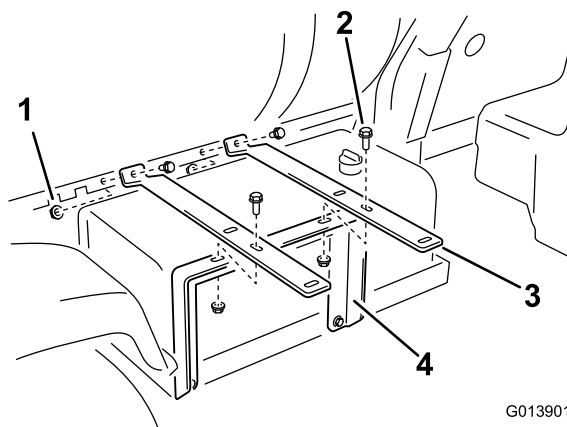

Figura 9
2. Instale as extremidades das 2 cintas da bobina de tubagem nos orifícios do apoio do depósito como se mostra em (Figura 9) recorrendo a 2 pernos com cabeça de flange (3/8 x 1 polegada) e a 2 porcas flangeadas (3/8 polegada).